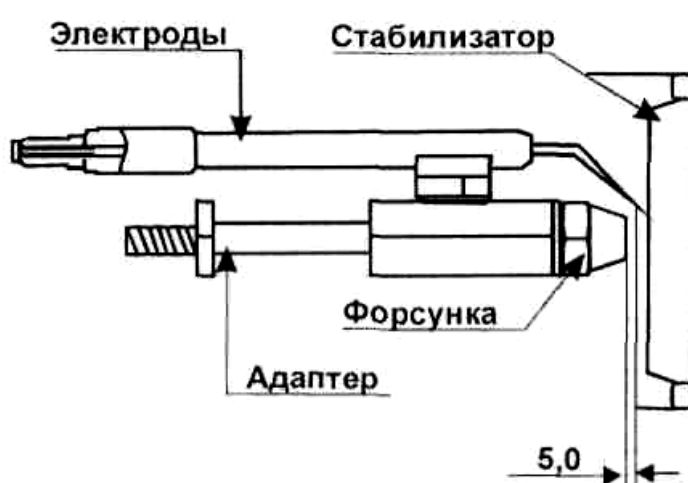

Рис. 37.
- в) расстояния между электродами и рабочей плоскостью форсунки $5,0 \pm 0,1$ мм (см. рис. 37.)